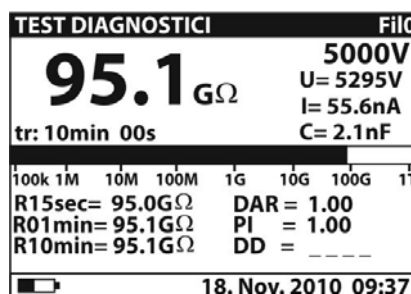
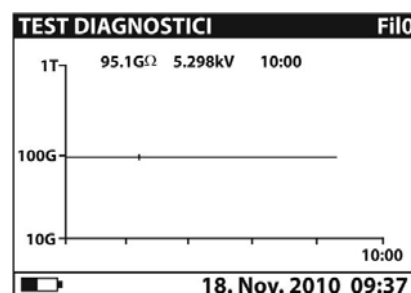

Fig. 30: Videata numerica valore misurato
Fig. 32: Videata grafica valore misurato
6. Attendere il tempo dei Timer impostati sulla misura. Il risultato del test è presente a display (vedere Fig. 30 o Fig. 32) con significato delle voci riportato nella Tabella 6